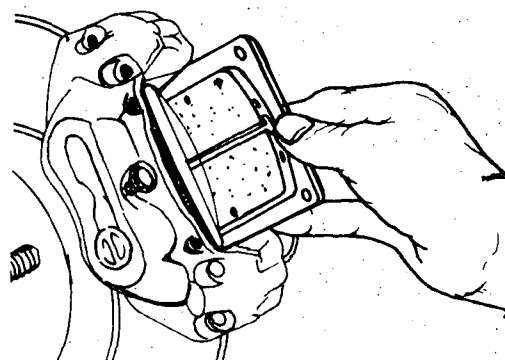

Fig. 9
- b Coloque as placas de freio em sua posição (fig. 9) e instale os grampos e pinos.